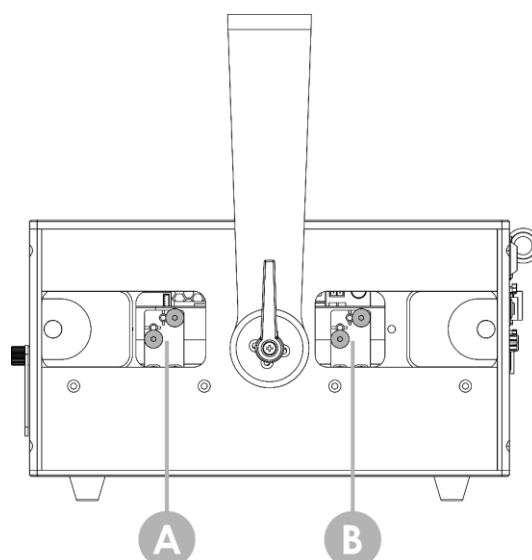

Fig. 18
- 04) Ruotare le **viti di allineamento del fascio (A)** e **(B)** per regolare le posizioni orizzontali e verticali dei raggi rosso e blu (cfr. la Fig. 18):
- **viti di allineamento del fascio (A)** – colore rosso
- **viti di allineamento del fascio (B)** – colore blu
- 05) Una volta allineati i fasci, far scorrere le 2 **piastre di copertura (02)** al centro del dispositivo per chiudere l'accesso alle **viti di regolazione del fascio (A)** e **(B)**.
- 06) Spingere e ruotare le 2 **viti di regolazione della piastra di copertura (03)** in senso orario per fissarle. Accertarsi di non serrarle troppo.